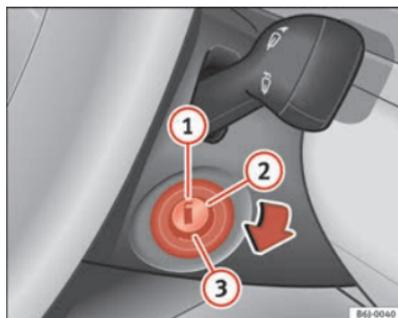

Fig. 95 Posições da chave da ignição
Nesta posição, ⇒ página 137, fig. 95 a ignição e o motor estão desligados, podendo bloquear a direcção.
- Rode a chave da ignição para a posição ⇒ **página 137, fig. 95**
- Rode a chave da ignição até à posição ⇒ página 137, fig. 95
①.